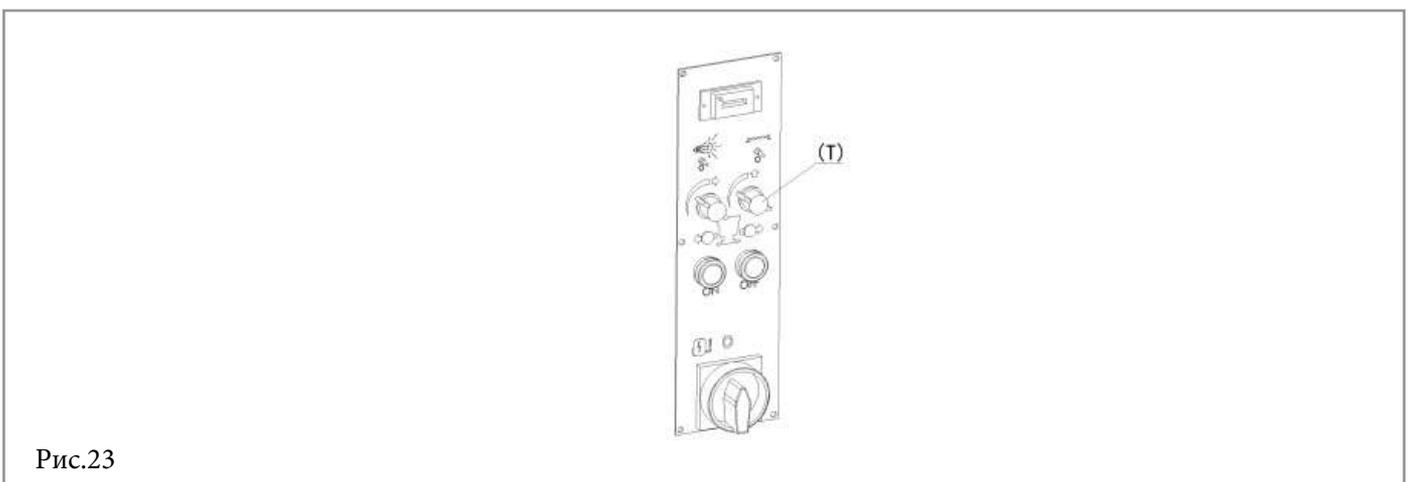

Рис.23
f) Можно использовать регулятор T для изменения времени задержки возврата пластины, что особенно актуально для плохо сжимаемых материалов (таких как губчатая резина, набухающие материалы и т. д.) (рис. 23).